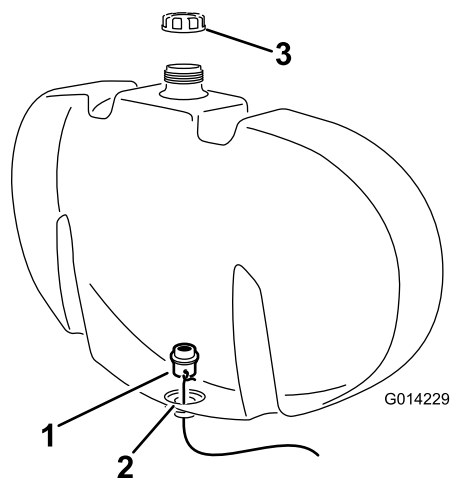

Figura 10
- D. Utilize o fio para orientar a união do anteparo para a saída (Figura 10).
- E. Mova a união do anteparo para a sua posição, certificando-se que a junta flangeada encaixa na parede interior do depósito de lavagem (Figura 10).